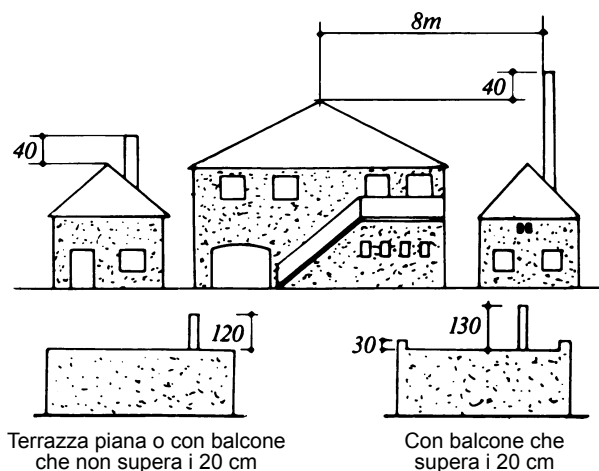

Fig. 10 - Realizzazione in altezza di un comignolo
Verificare che abbia una buona tenuta stagna. Verificare che non sia collegato con un altro focolare. Verificare lo stato del comignolo e la conformità della sua altezza. (fig. 10 e 11)
- altezza del comignolo (fig. 10 -11-12)